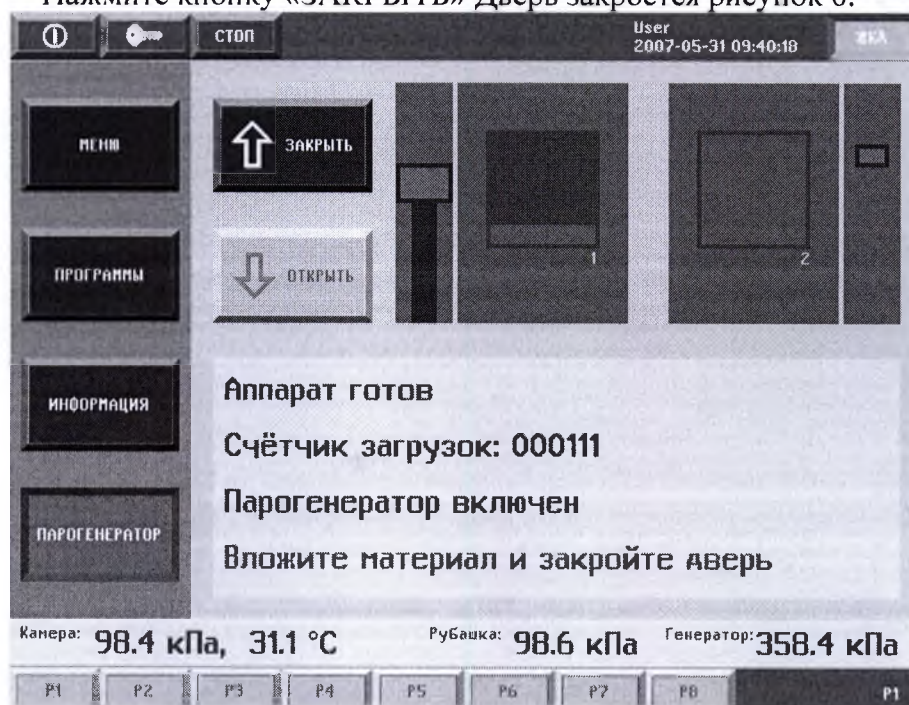

Рисунок 6. Вид индикации основного экрана
- – Нажмите кнопку «ЗАКРЫТЬ» Дверь закроется рисунок 6.